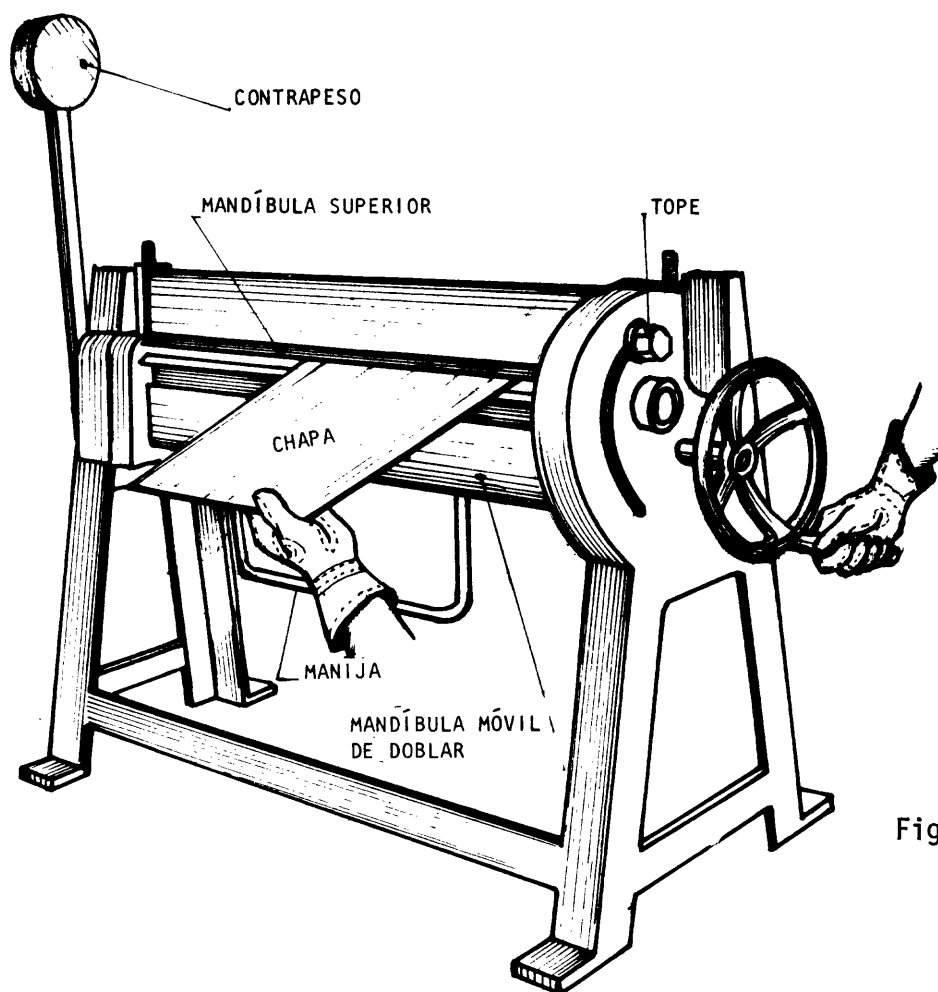

Fig. 1
- ___ a Levante la mandíbula superior, hasta que permita la entrada holgada de la chapa (fig. 1).